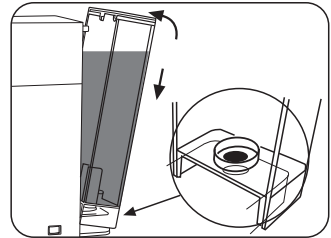

Abb.3
- Den Behälter schräg auf das Wasserventil stellen und wieder einsetzen. Das Oberteil des Gerätes drücken, bis es einrastet. Um zu vermeiden, dass Wasser austreten kann, kontrollieren Sie bitte, ob der Behälter fest sitzt. **(Abb.3)**